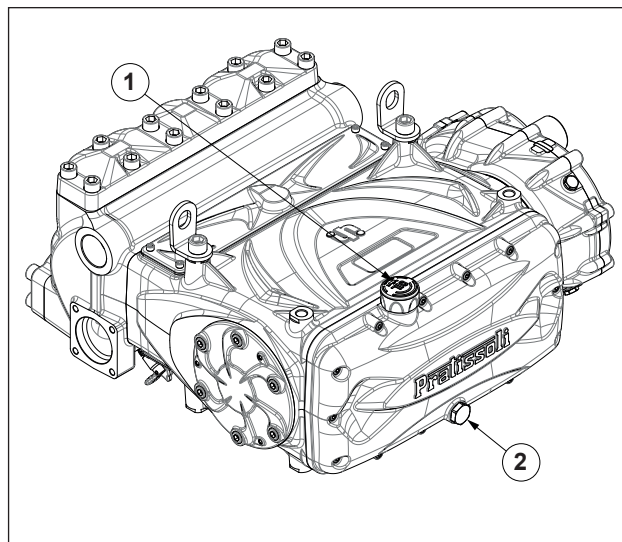

Рис. 3
Проверьте уровень масла и, при необходимости, долейте с помощью маслоизмерительного щупа, поз. ①, Рис. 3. Для правильной проверки уровня масла насос должен находиться при температуре окружающей среды; смену масла следует осуществлять при рабочей температуре насоса; сняв пробку ②, Рис. 3.